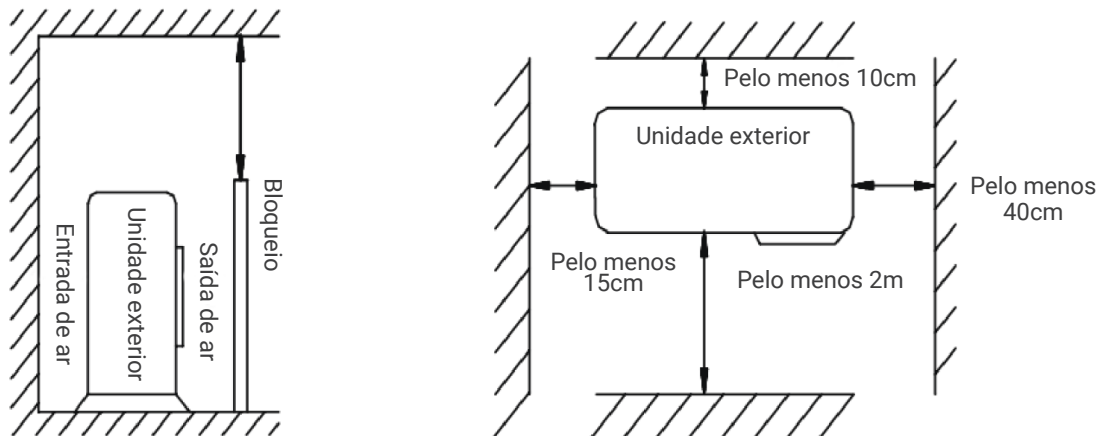

Fig.2
- A distância de instalação deve ser necessária conforme mostrado na Fig. 2.